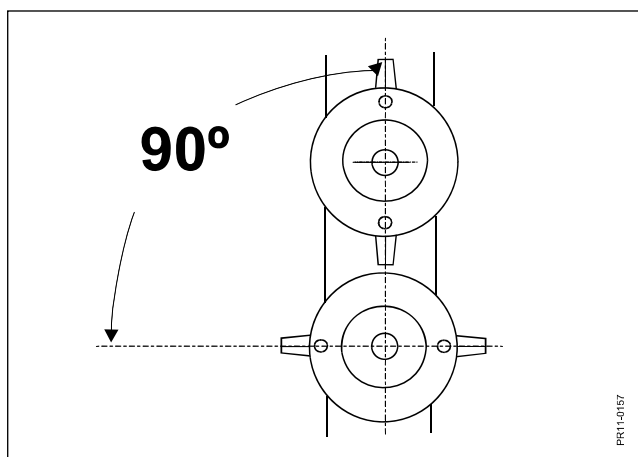

Fig. 5-9
- Fig. 5-9 Hvis skiverne har været demonteret, skal de igen monteres 90° forsat i forhold til skiven ved siden af.